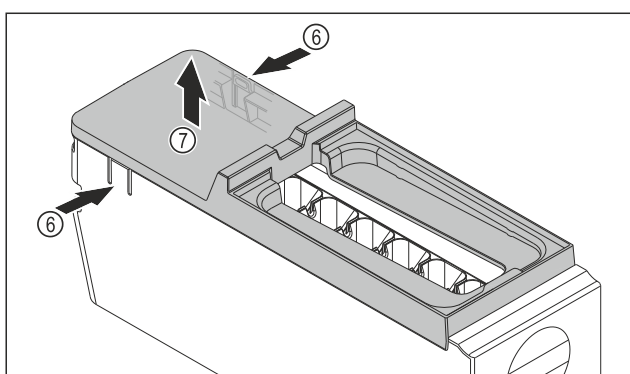

Fig. 172
- Noņemiet EasyTwist-Ice korpusa pārsegu: Spiediet mēlīti Fig. 172 (6) EasyTwist-Ice korpusa abās pusēs ar vienu roku.
- Noņemiet pārsegu Fig. 172 (7) virzienā uz augšu ar otru roku.